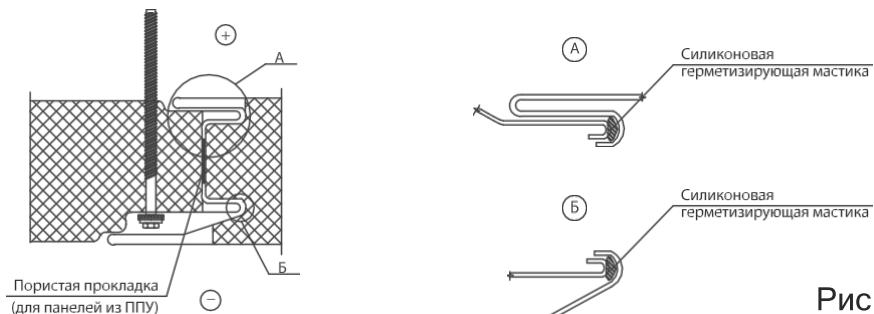

Рис. 19
- нанести силиконовую мастику (в соответствии с проектом) на замковую часть первой панели согласно Рис. 19, 20;